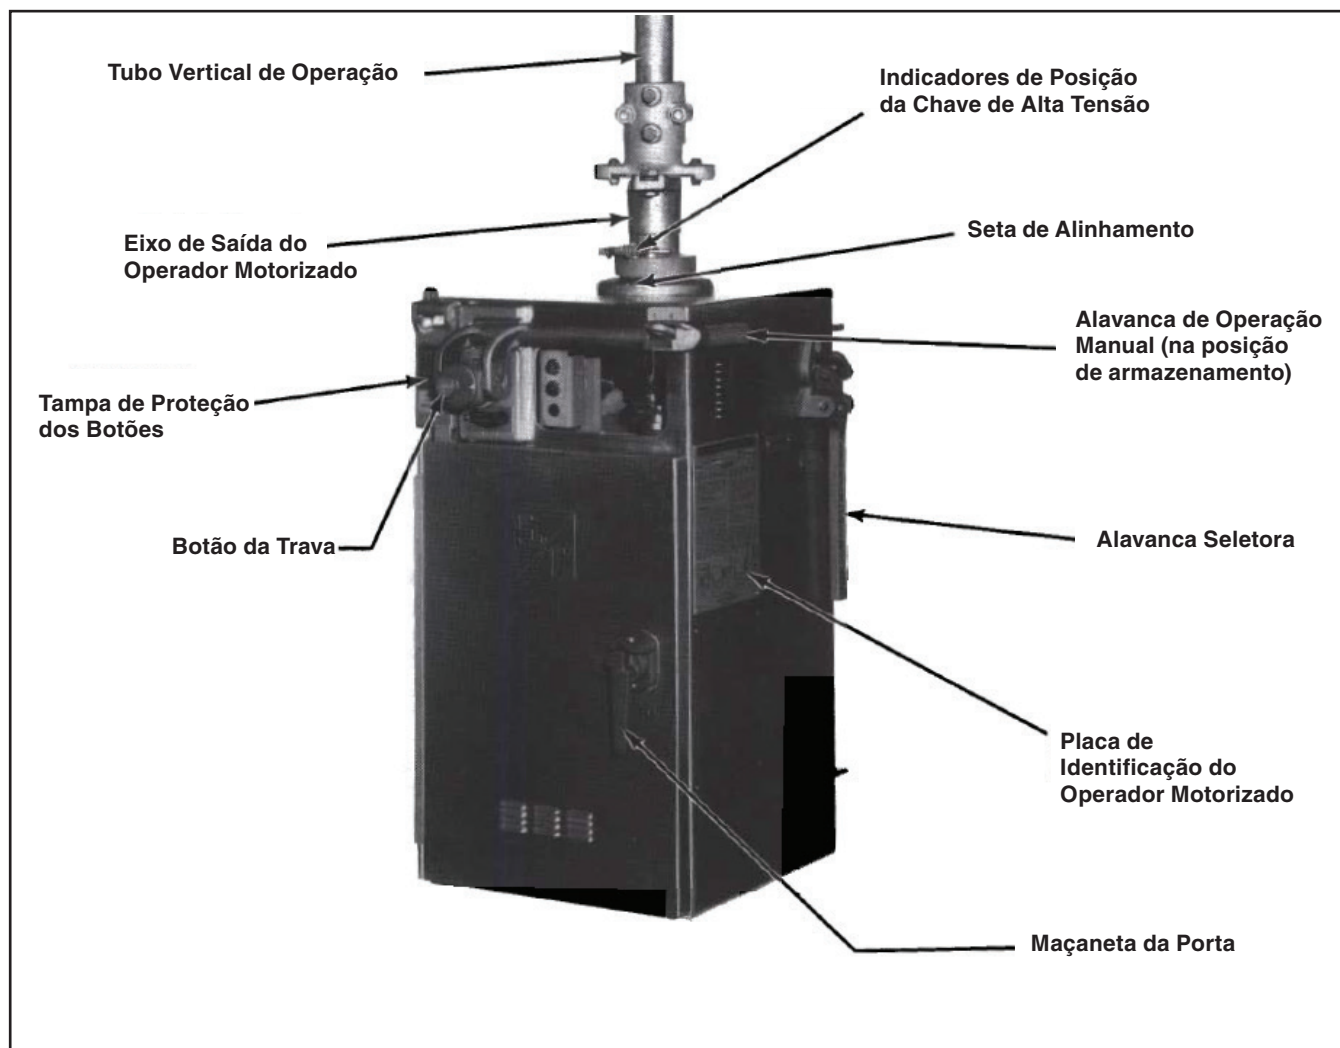

Figura 1. Vista externa do operador motorizado.
- O indicador de posição da chave de alta tensão, localizado no eixo de saída do operador motorizado, Figura 1, mostra situação correspondente à do indicador de posição do operador motorizado. Ou seja, ambos os indicadores devem mostrar simultaneamente “Aberto” ou “Fechado”.
- O indicador de posição da chave de alta tensão, localizado no eixo de saída do operador motorizado, Figura 1, sinaliza de forma coincidente com o indicador de posição do operador motorizado. Ou seja, ambos os indicadores mostram simultaneamente “Aberto” ou “Fechado”.